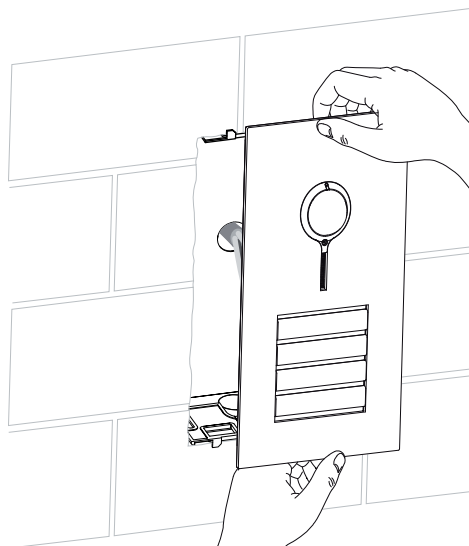

Bild 12: Türstation einsetzen
■ Türstation einsetzen und andrücken, bis sie möglichst gleichzeitig oben und unten hörbar einrastet (Bild 12).